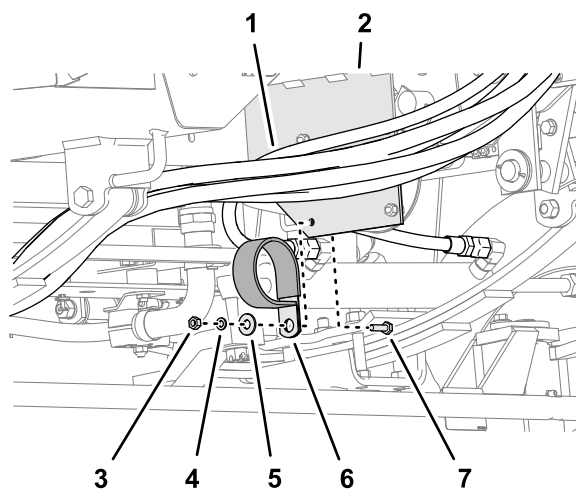

Figura 54
1. Debajo de la chapa de suelo, retire la tuerca ($\frac{1}{4}$ "), la arandela de freno ($\frac{1}{4}$ "), la arandela ($\frac{3}{8}$ " x $\frac{7}{8}$ ") y el tornillo ($\frac{1}{4}$ " x $\frac{7}{8}$ ") que sujetan la grapa de sujeción de las mangueras hidráulicas a la placa de embrague, y retire la abrazadera (Figura 54).